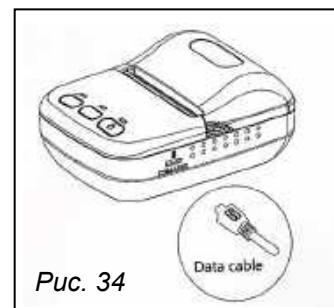

Рис. 34
- Используйте кабель для передачи данных из комплекта поставки принтера и подключите его к порту передачи данных на принтере (рис. 34).